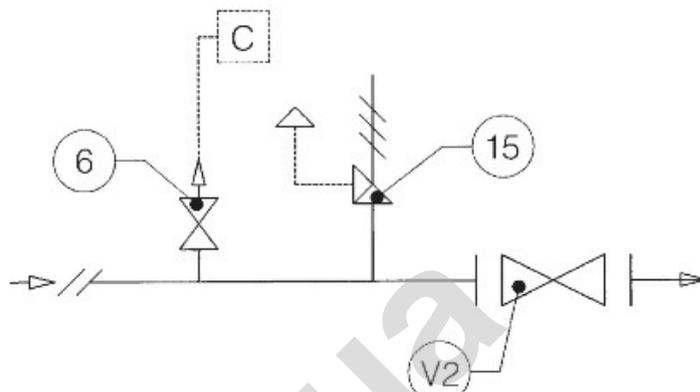

Рис. 14
4.1.1. УСТАНОВКА НЕПОСРЕДСТВЕННО НА ЛИНИИ (рис. 14).